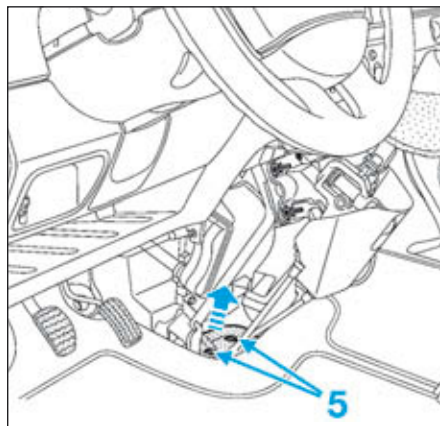

FIG.50
- Déposer les écrous (5) (Fig.50) du guide des câbles de commande.